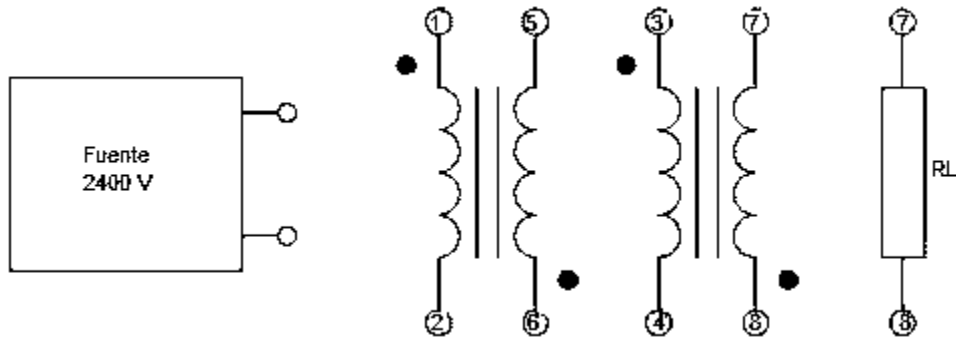

Figura 6.2
1. Indique como conectaría en paralelo los transformadores a la fuente y a la carga, en la figura 6.2. Los devanados 1 a 2 y 3 a 4, tienen un valor nominal de 2.4 KV c-a y los devanados 5 a 6 y 7 a 8, tienen un valor nominal de 400V c-a.